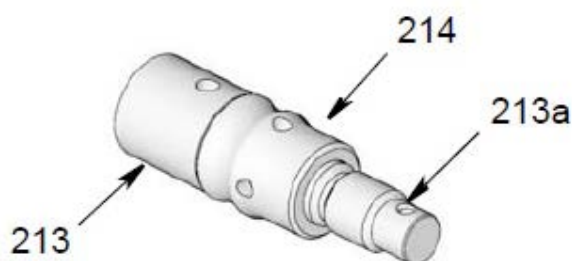
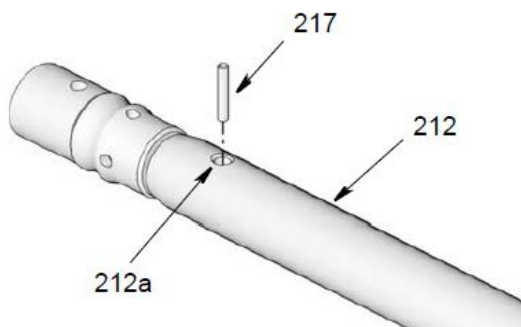
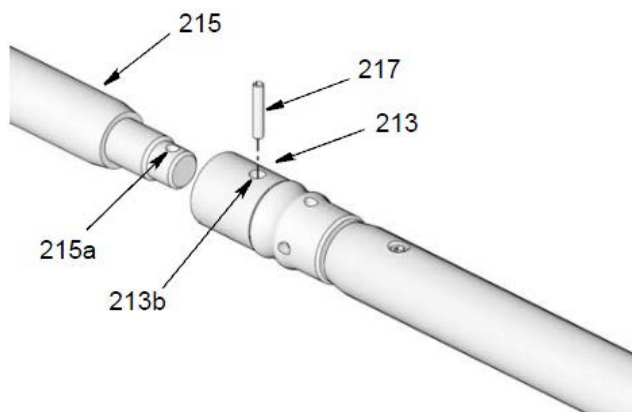

Рис. 30
Рис. 31
Рис. 32
5. Сдвиньте шток (213) и поршневое уплотнение (214) вместе (рис. 30).
6. Вверните шток (213) в конец переводного рычага (212). Затяните две детали вместе вручную, совместите отверстие в конце (213a) (рис. 30) с отверстием (212a) (рис. 31).
7. Установить штифт (217) через совмещенные отверстия (поз. 213a на рис. 31 и поз. 212a на рис. 32). При необходимости подоприте рычаги (212 и 213), чтобы рычаги не сгибались. Установите штифт в рычаг с помощью зажима и молотка.
8. Вверните сальниковый шток (215) в конец штока (213). Затяните две детали вместе вручную, совместите отверстие в конце (215a) с отверстием (213b) (рис. 32).
9. Установить штифт (217) через совмещенные отверстия (поз. 215a и 213b на рис. 32). При необходимости подоприте рычаги (215 и 213),